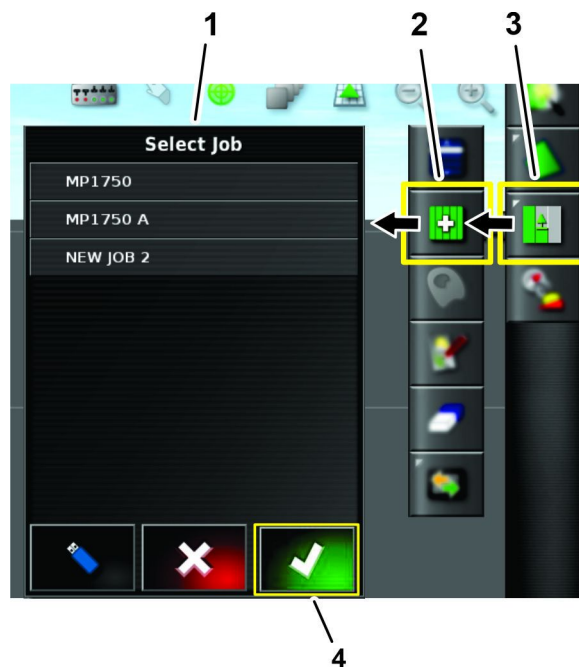

Figura 161
7. Pressione o ícone MENU DE SERVIÇOS (Figura 161).
8. Pressione o ícone SELECIONAR SERVIÇO, pressione o ícone de um serviço na lista de seleção de serviços e, em seguida, pressione o ícone Confirmar (Figura 161).